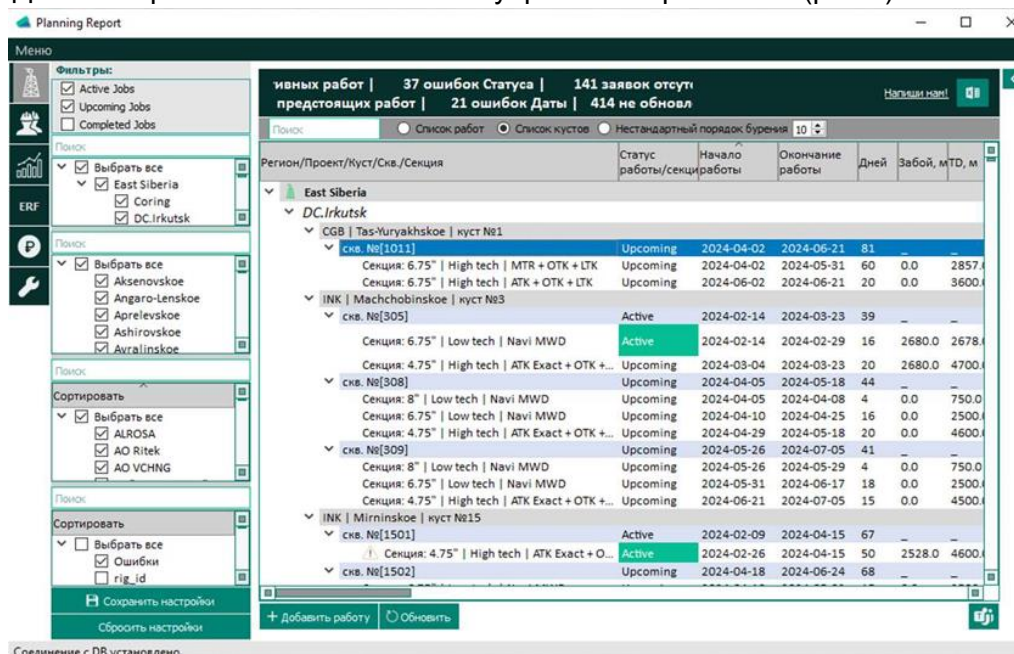

Рис.2
- Далее открывается основное окно управления работами (рис.2).